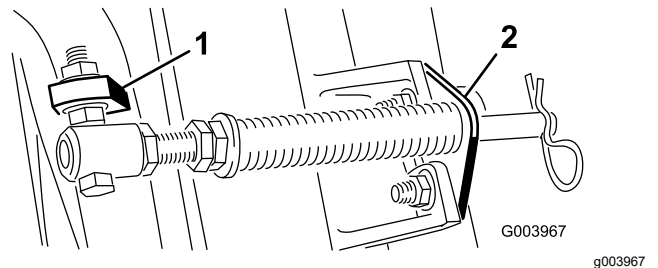

**Bild 5**
1. Nehmen Sie die zwei Schlossschrauben und Muttern ab, mit denen die Stangenhalterung an den Nasen des Mähwerks befestigt ist (Bild 5).
2. Nehmen Sie die Bundmutter ab, mit denen die Schraube des Federrohrs an der Trägerrahmennase befestigt ist (Bild 5). Nehmen Sie die Baugruppe ab.